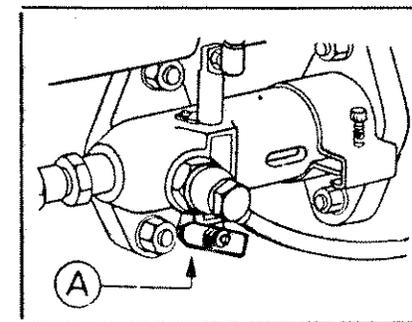

Fig. 9
1. — Ruotare la levetta del limitatore combustibile (allo scopo di aumentare la portata della pompa iniezione all'atto dell'avviamento) nella posizione A) indicata nella Fig. 9.